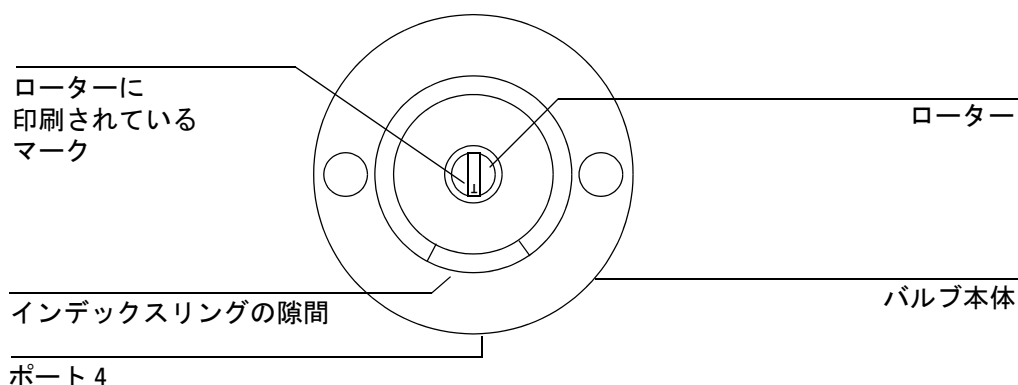

図 21. ポート 4 側にそろえたローターの上部
8. 新しいローターを底面から取り付け、ローター上部に書いてある文字がポート 4 のすぐ近くにくるようにします（インデックスリングの隙間を指すようにする）。図 21 を参照してください。